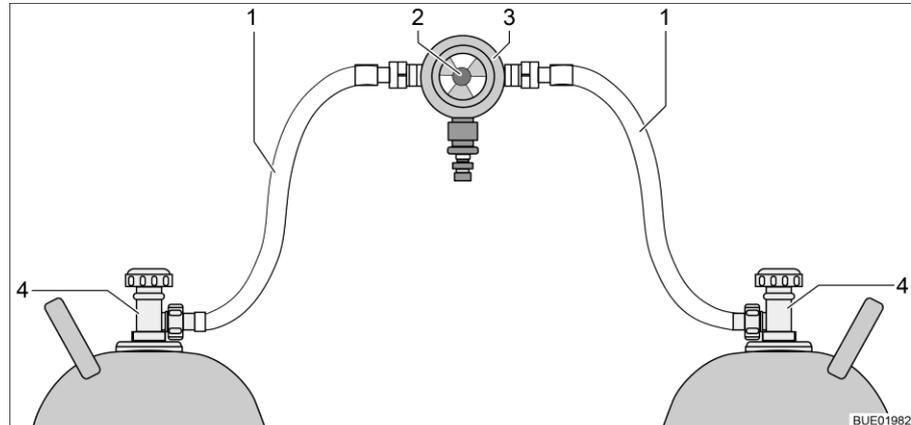
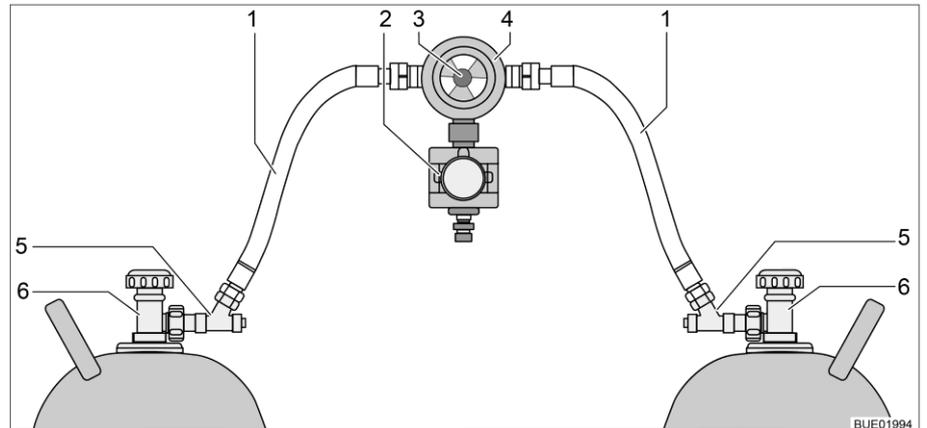

Fig. 89 Dispositif de commutation entre bouteilles de gaz
Fig. 90 Dispositif de commutation entre bouteilles de gaz avec CPU
Le dispositif de commutation entre bouteilles de gaz se compose d'un régulateur de pression du gaz combiné à une valve de commutation et indicateur (Fig. 89,3). Le dispositif de commutation entre bouteilles de gaz est monté entre les deux lyres (Fig. 89,1).
Le dispositif de commutation entre bouteilles de gaz se compose d'un régulateur de pression du gaz combiné à une valve de commutation et indicateur (Fig. 90,4) et d'une électrovanne (Fig. 90,2). L'électrovanne bloque l'arrivée du gaz au véhicule en cas de freinage brusque, d'accident ou de pente inhabituellement forte. Le dispositif de commutation entre bouteilles de gaz est monté entre les deux lyres (Fig. 90,1) avec des sécurités de rupture de tuyau (Fig. 90,5).
Le bouton rotatif (Fig. 89,2 ou Fig. 90,3), situé sur le dispositif de commutation entre bouteilles de gaz permet de définir laquelle des bouteilles de gaz est celle de service et laquelle est celle de réserve.
Seules les fonctions électriques peuvent être activées sur l'unité de commande (Fig. 91). Les robinets principaux des bouteilles de gaz (Fig. 89,4 et Fig. 90,6) doivent être ouverts ou fermés manuellement.
- Ouvrir les robinets principaux des bouteilles de gaz (Fig. 89,4 ou Fig. 90,6).
- Appuyer sur les sécurités de rupture de tuyau (Fig. 90,5) l'une après l'autre pendant 10 secondes.
- Choisir la bouteille de gaz avec le bouton rotatif (Fig. 89,2 ou Fig. 90,3) du dispositif de commutation à partir de laquelle le gaz doit être utilisé prioritairement (bouteille de service).
- Fermer les robinets principaux des bouteilles de gaz (Fig. 89,4 ou Fig. 90,6).